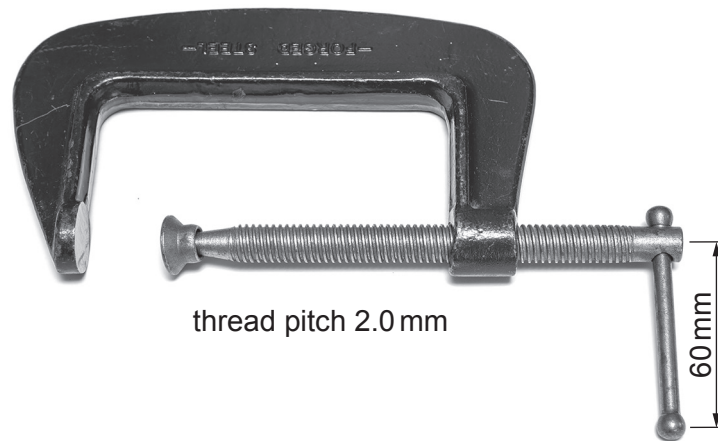

Fig. 11.4
- (d) (i) Fig. 11.4 shows a woodworker's G cramp.